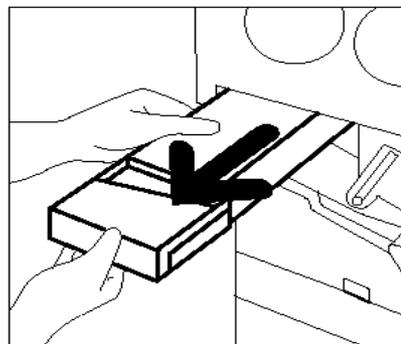

Figure 16 : Retrait du flacon de récupération toner plein
- 4** Saisissez le flacon de récupération toner de la main droite (figure 16) et retirez-le de la machine.